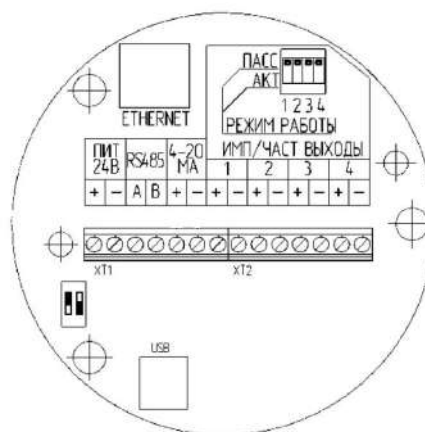

Рисунок 2.20. Кросс-плата.
- *Максимальный уровень.* Полный контроль. Активируется включением переключателя SW1.1., см Рисунок 2.20. Только для авторизованных пользователей.